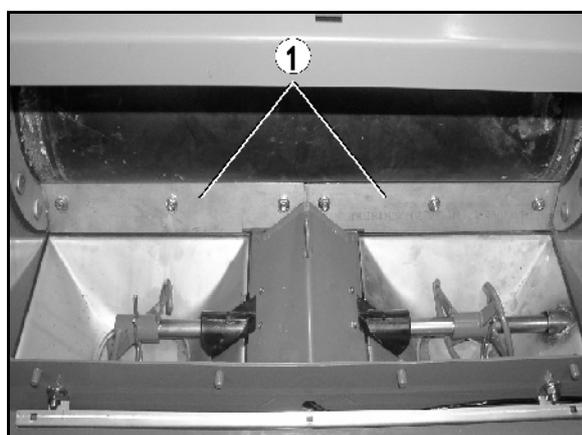
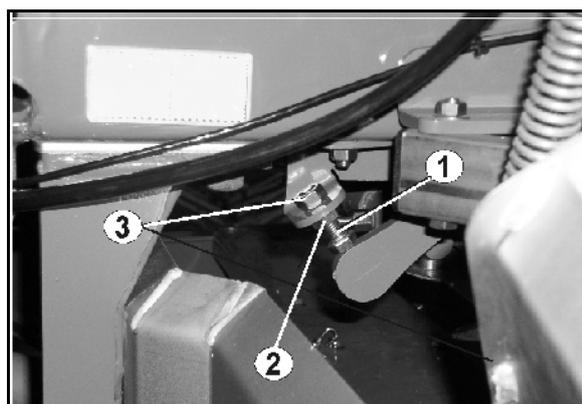

Fig. 85
Fig. 86
Der Druck des Abstreifers (Fig. 85/1) auf den Bandboden wird **beidseitig** der Maschine durch die Einstellschraube (Fig. 86/1) eingestellt:
1. Mutter (Fig. 86/2) der Einstellschraube soweit anziehen, dass die Segmentbleche am Bandboden gerade anliegen.
2. Kontermutter (Fig. 86/3) mit Werkzeug festziehen.